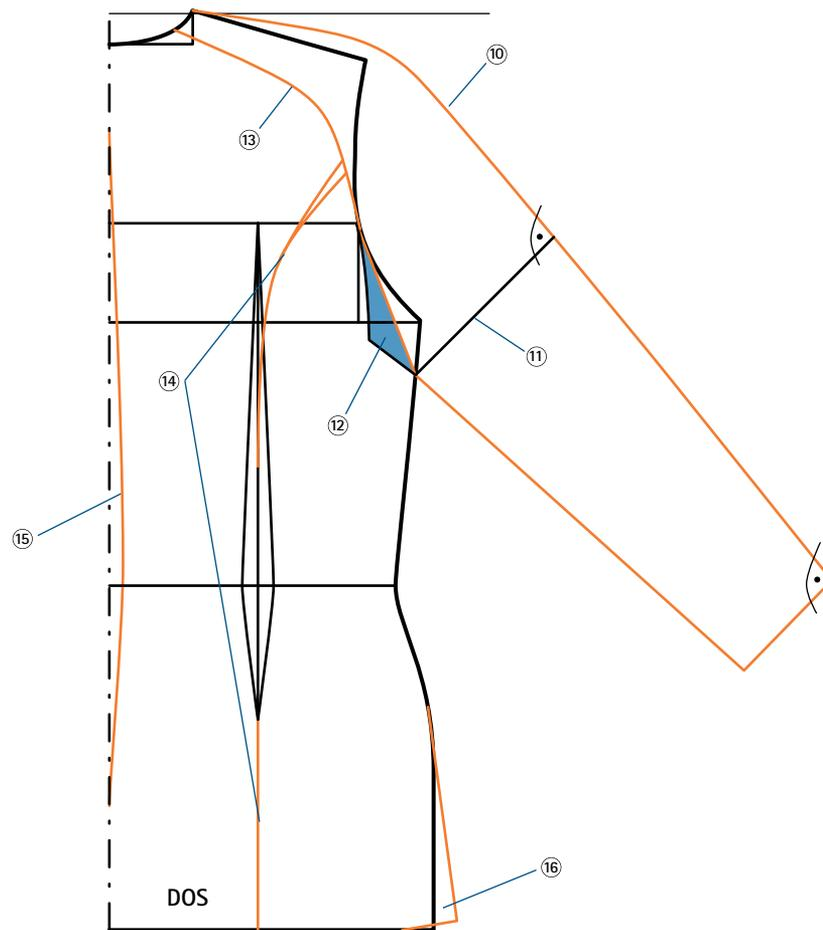

FIG. 2
⑫ Retracer le petit triangle obtenu « en miroir » (fig. 2, en bleu).
⑬ Tracer une ligne de découpe courbe qui part de l'emmanchure au niveau de la ligne de carrure et rejoint l'encolure au tiers du tour d'encolure dos (largeur du morceau : environ 7 cm parallèlement à la ligne d'épaule).
⑭ À partir de la pince d'emmanchure, joindre l'axe de la pince par une légère courbe puis le prolonger verticalement jusqu'au bas de la veste.
⑮ Tracer une pince à la taille d'une valeur de 1 ou 2 cm (selon le calcul de la valeur à absorber à la taille, voir vol. 1, page 22).
⑯ Ajouter 2 à 3 cm à la largeur du bas de la veste, en plus de l'élargissement de base, puis ajuster la longueur pour ne pas avoir de « pointe » sur la couture du côté après le montage.